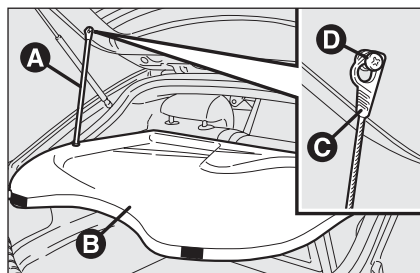

fig. 74
- ☐ liberare le estremità dei due tiranti **A-fig. 74** di sostegno della cappelliera **B** sfilando gli occhielli **C** dai perni **D**;